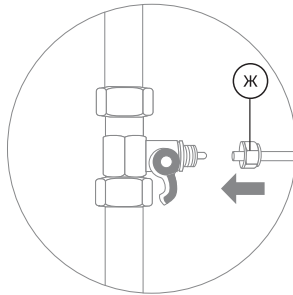
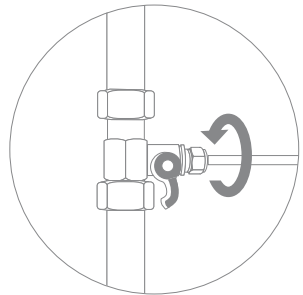

Рис. 15
Рис. 16
2. В гайку (Ж) проденьте зеленую пластиковую трубку, идущую на вход в фильтр (рис. 15). Конец трубки наденьте на штуцер адаптер-вентили до упора и плотно накрутите гайку (рис. 16).